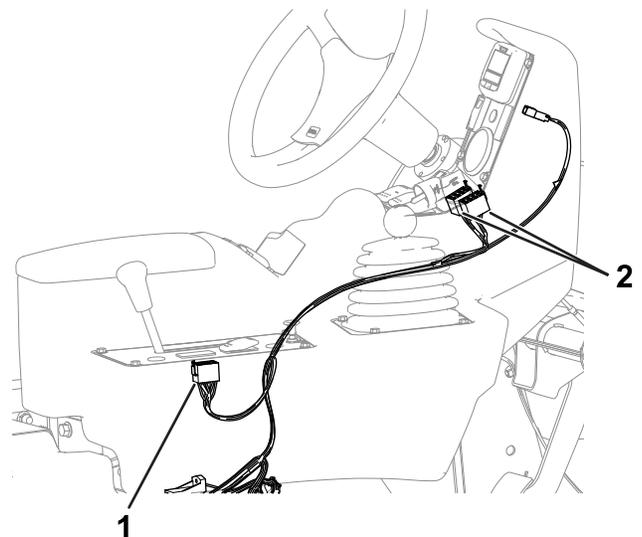

Figura 5
1. Passe os conectores de 8 tomadas através da consola (Figura 5).